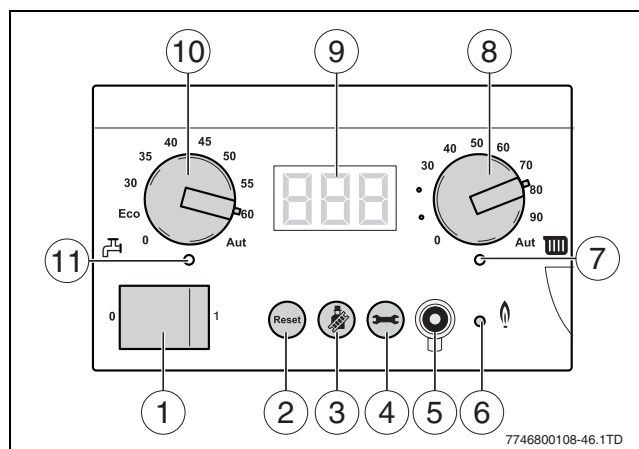

Fig. 6 Pannello di comando
- Premere l'interruttore acceso/spento in posizione «1» (→ fig. 6, [1]).